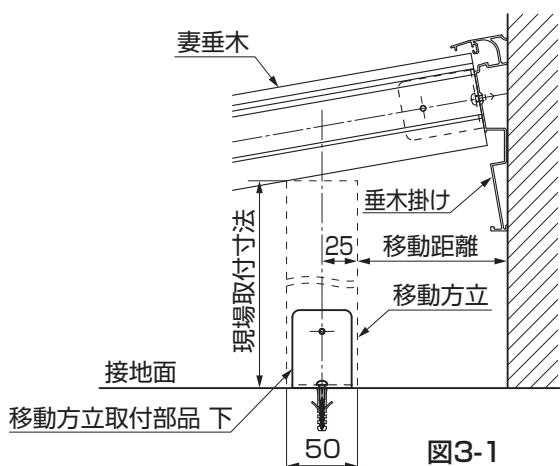
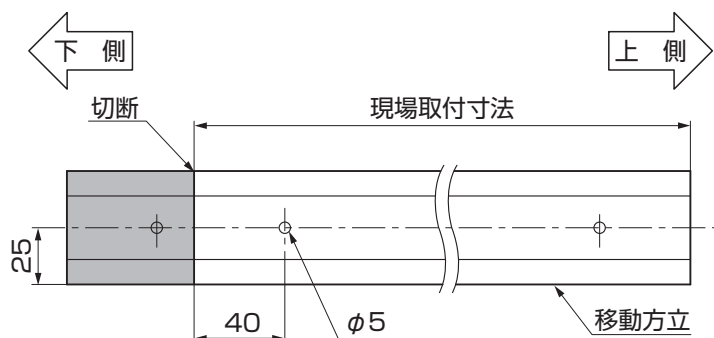

図3-1
図4-1
- ①「2. 規格寸法」で採寸した寸法を元に図3-1を参照して、移動方立取付部品 下の取付け位置を決めてください。
- ②移動方立取付部品 下を土間またはデッキに【1-2】、【1-3】で取付けてください。
- ① 移動方立の下側を現場取付寸法に合わせて切断してください。(図3-1、図4-1参照)
- ② 移動方立の下側にφ5の孔をあけてください。(図4-1参照)